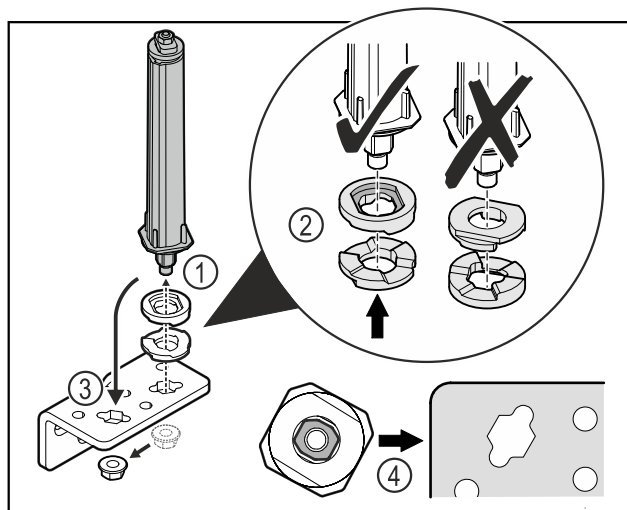

Fig. 32
- ▶ Отпустите гайку и демонтируйте систему закрытия двери Fig. 32 (1).
- ▶ Учитывайте правильность выравнивания шайб для регулировки высоты Fig. 32 (2).
- ▶ Переставьте систему закрытия двери в шарнирном уголке и зафиксируйте гайкой Fig. 32 (3).
- ▶ При установке учитывайте правильность выравнивания системы закрытия двери Fig. 32 (4).